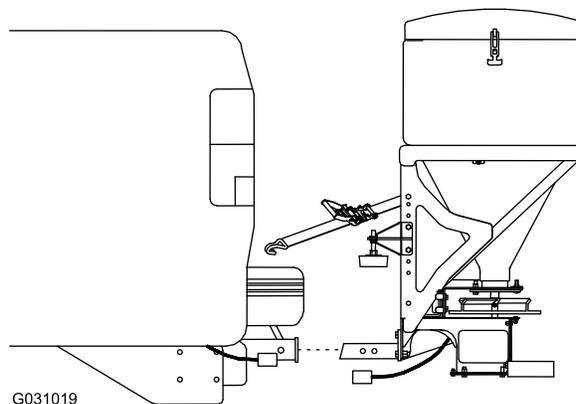

Bild 16
5. Ziehen Sie den Streuer aus der Fahrzeugkupplung (Bild 16).